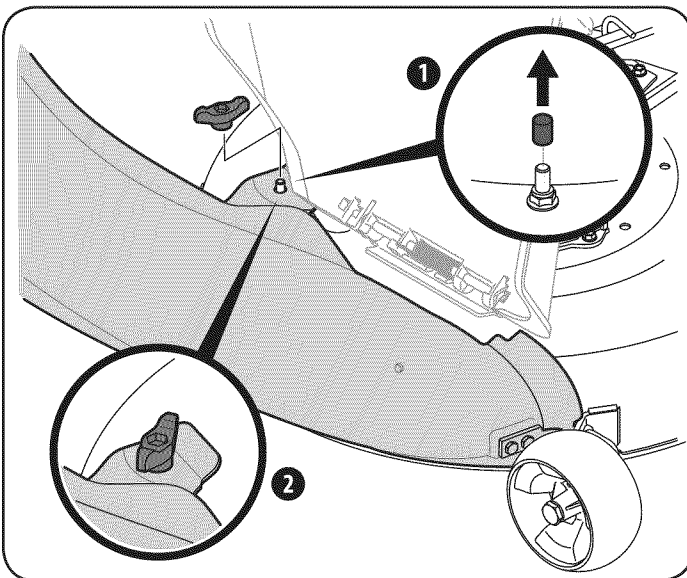

Figure 44
Nota: Determine si su cubierta es un modelo nuevo, o un modelo antiguo. Consulte el recuadro superior de la Figure 44. Si su cubierta tiene un perno de montaje presente, tendrá un nuevo modelo de cubierta y que debería seguir las siguientes instrucciones. Si no poste, consulte las instrucciones **tituladas en tractores con mayores cubierta configuraciones** más adelante en esta sección.
9. Fije el codo del conducto a la cubierta usando la perilla 720-04122 del paquete de tornillería 689-00312. Vea la Figure 44.
Nota: Si está presente, retire la tapa protectora en el perno de fijación en la plataforma de corte como se ve en el recuadro superior de la Figure 44.